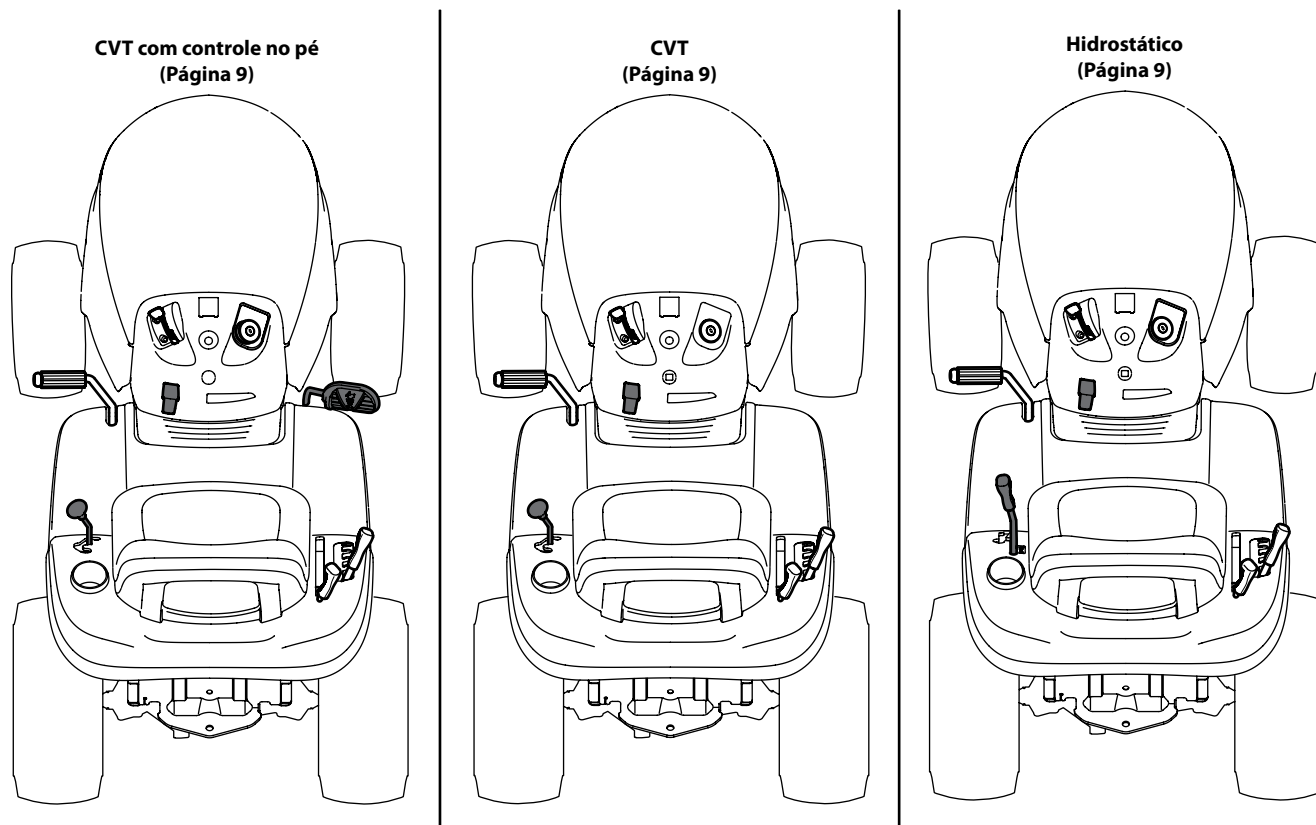

Figura 2-19
**NOTA:** Este Manual do Operador cobre vários modelos. As características do trator podem variar de um modelo a outro. Nem todos os recursos neste manual são aplicáveis a todos os modelos e o modelo descrito pode ser diferente do seu. Consulte Figura 2-19 para identificar a sua transmissão; Controle por pedal - CVT (transmissão de variação contínua), CVT (transmissão de variação contínua) or Hidrostática.
Consulte Figura 2-19 e proceda para o modelo que se aplica para seu tanque de gasolina.